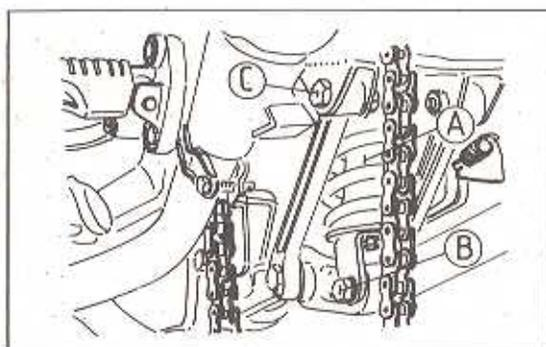

Bild 223
- Die Motorritzelabdeckung abbauen (Bild 223).